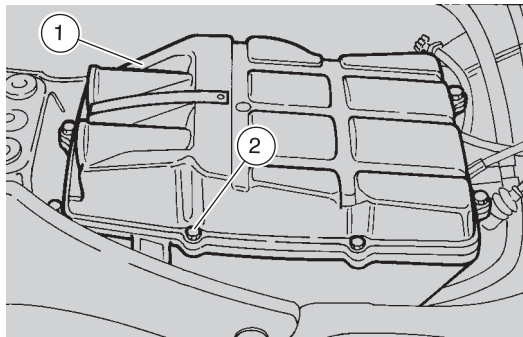

Fig. 40
- enlever le couvercle du boîtier du filtre (1-Fig. 40), en dévissant les huit vis (2-Fig. 40);